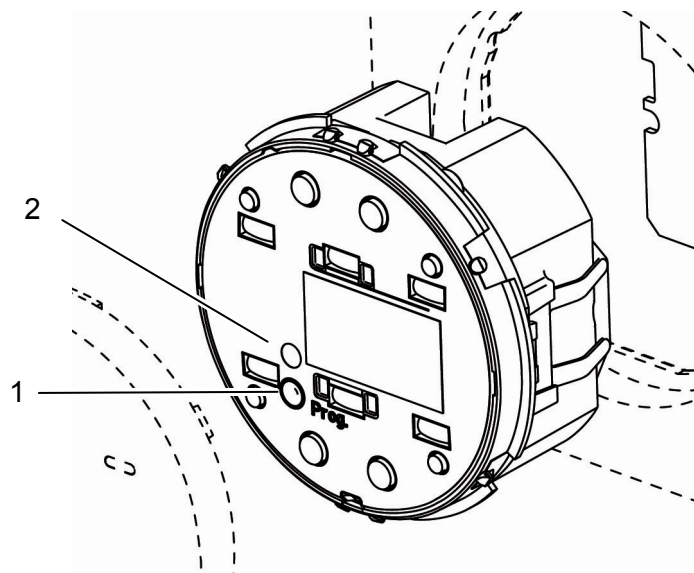

Bild 6: Bedienelemente zur Inbetriebnahme
- Programmier Taste (Bild 6, 1) drücken um Programmiermodus zu aktivieren.